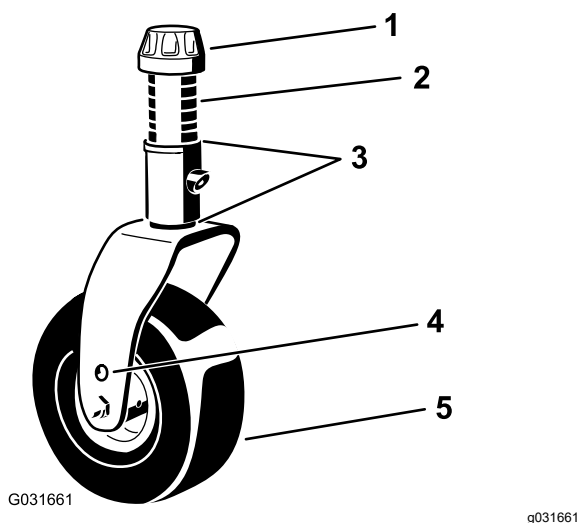

Рисунок 8
Поместите оси поворотных колес в одинаковые отверстия в обеих вилках поворотных колес. Для определения правильных отверстий в зависимости от настройки высоты см. Рисунок 8 и Рисунок 9.
- Снимите колпачковую гайку с вала шпинделя (Рисунок 8) и извлеките шпиндель из рычага поворотного колеса. Установите на вал шпинделя две регулировочные прокладки таким же образом, как они были установлены первоначально. Эти регулировочные
- Наденьте на вал шпинделя необходимое количество проставок для получения требуемой высоты скашивания (Рисунок 8).